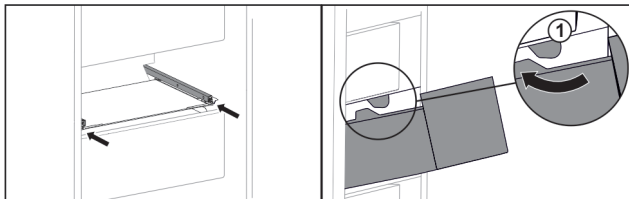

Fig. 115
- ▶ Lade rond de stoppers Fig. 115 (1) leiden.